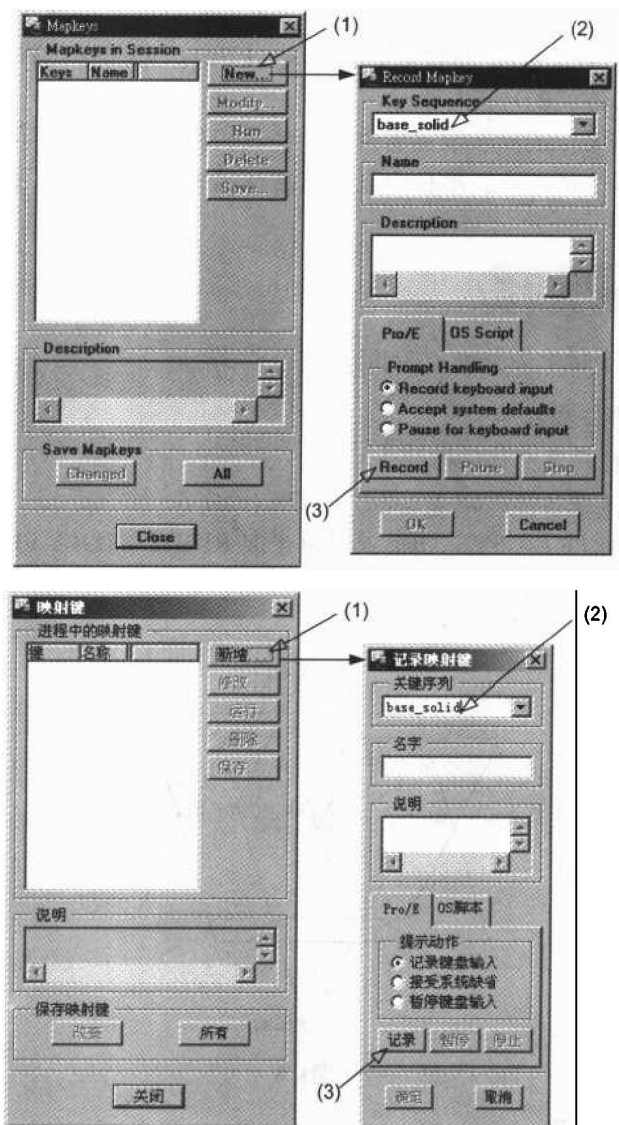

图1.7
- [在 Mapkeys(映射键)对话框中单击 New(新增)按钮, 如图 1.7(1)所示]
- [出现 Record Mapkey(记录映射键)对话框, 如图 1.7 右图所示]
- [在 Key Sequence(关键序列)下拉列表框中输入映射键的名称: base\_solid, 如图 1.7(2)所示]
- [在 Record Mapkey(记录映射键)对话框中单击 Record(记录)按钮, 如图 1.7(3)所示]